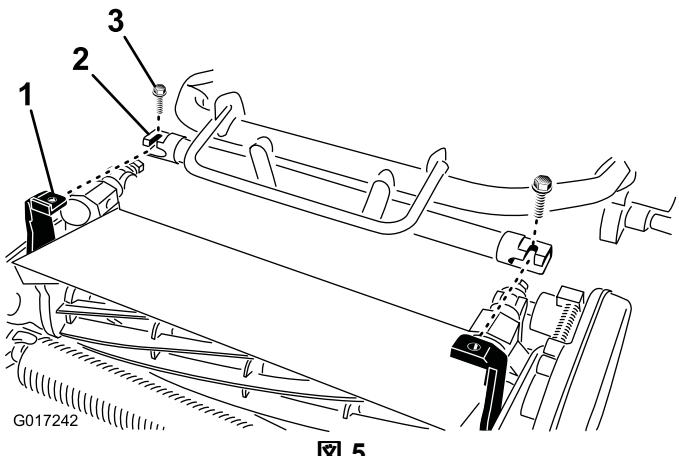

図5
4. トラクションユニットのフレーム図5を前方に引き出してカッティングユニットのピボットアームに接続する。
5. トラクションユニットのフレームをカッティングユニットのピボットアームに固定する3/8 x 3/4 インチのボルト2本を使用する図5。